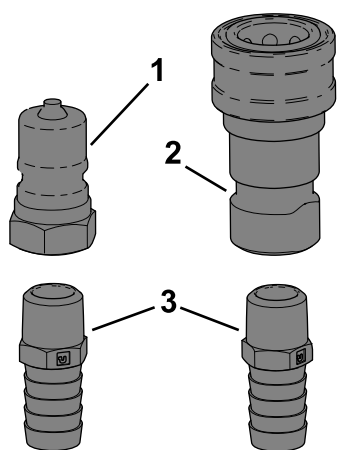

Figura 11
2. Enrosque a união reta no acoplador (Figura 11).